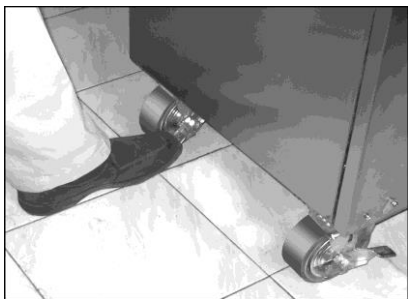

Рис.7
- Аппарат оборудован 4 колесами-роликами с тормозной системой. Перед использованием удостоверится что тормозная система приведена в действие (рис. 7).